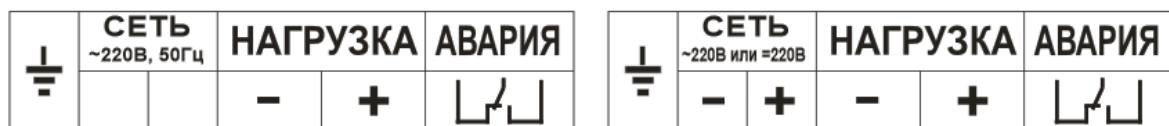

Рис.2
5.3. Подключить, соблюдая полярность, нагрузку к клеммнику **ИПС** кабелем с сечением медных проводов не менее 2,5кв.мм. (см.рис.2).